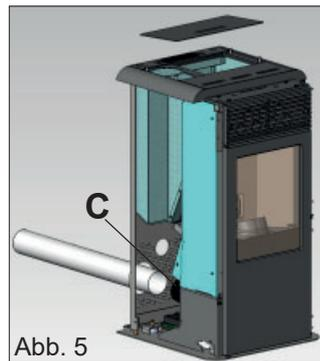

Abb. 5
- Die Schraube oberhalb des Oberteils entfernen (siehe Abb. 5 auf S. 10).
Das (nicht im Lieferumfang enthaltene) Rauchabzugsrohr hinten am Stutzen der Rauchschncke anschließen (C - Abb. 5), dazu die im Lieferumfang enthaltene Montageschelle verwenden.
Auf diese Weise braucht das (nicht im Lieferumfang enthaltene) Rauchabzugsrohr einfach durch die Öffnung unten an der Rückwand aus Blech verlegt zu werden (Abb. 5).